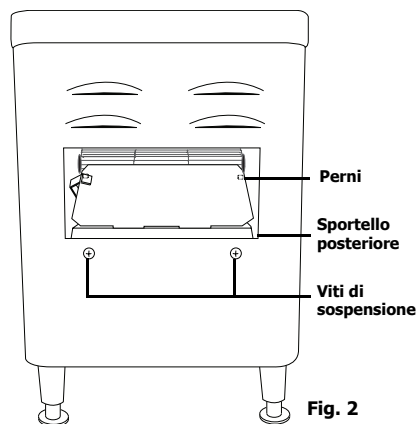

Fig. 2
2. Montarlo all'interno dell'apparecchio appoggiando il labbro curvo dello sportello sui due perni all'estremità del nastro **[Fig. 2]**.